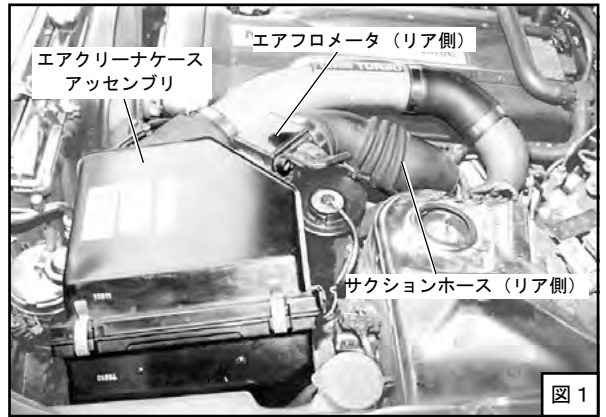
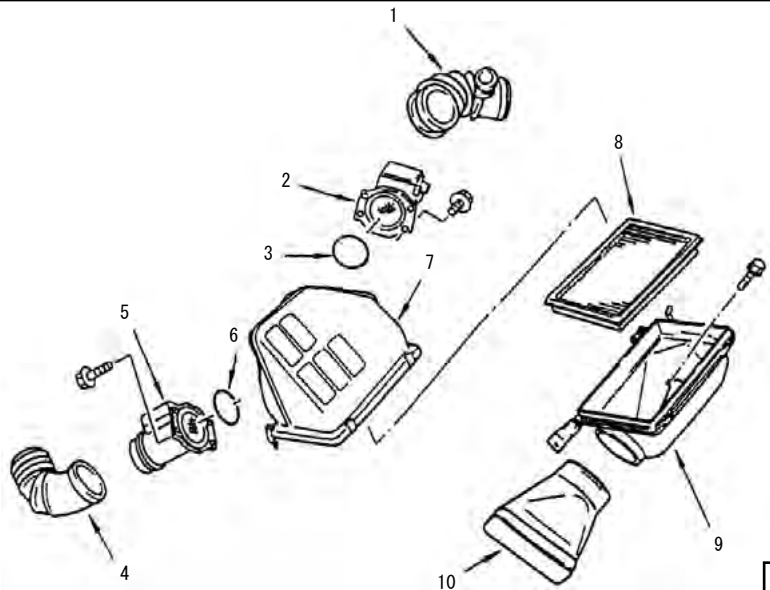

図1
図2
- (1) バッテリーのマイナス端子（－）からケーブルターミナルを取外してください。
- (2) エアフロメータのコネクタ（2ヶ所）を外してください。（図1）
- (3) サクションホースのホースバンドを緩めて、エアクリーナケースアツパとエアエレメントを取外してください。（図1、図2）
- (4) エアクリーナケースロアとエアダクトを取外してください。（図2）
- (5) エアクリーナケースアツパからエアフロメータを取外してください。この時、Oリングがエアクリーナケースアツパ側に残っていないか確認して、残っていたら取り外してください。（再使用します）（図2）
- (6) サクションホースを取外してください。（図2）